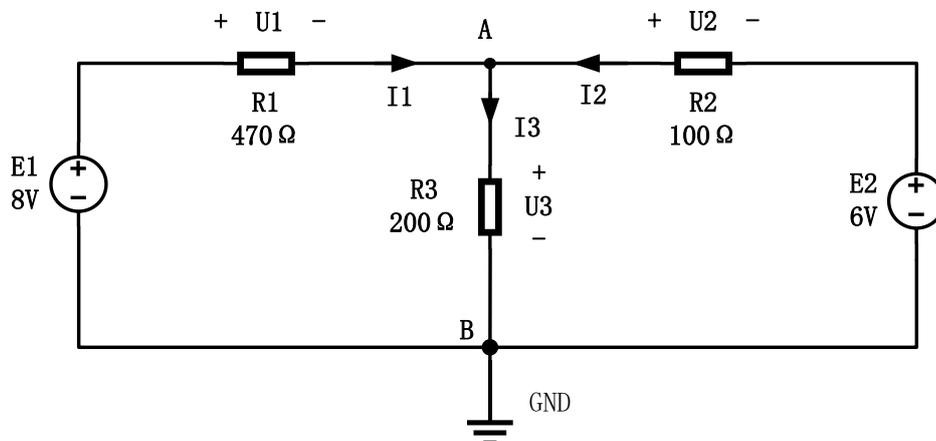

图 1 仿真电路
- (4) 确定实验电路及参数(自行设计, 亦可直接用图 1), 并参照表 1 进行相关理论计算。
- (5) 根据测试要求补充测量表格。
- (6) 下载安装 Multisim 软件及电子版使用说明; 学习软件的使用方法, 了解元件库、虚拟仪器、建立电路及文件的相关操作。以图 1 为例学习实验电路建立以及测量方法。